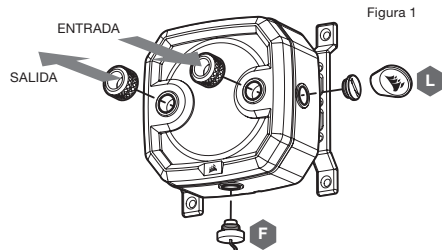

Figura 1
1. Instale los dos (2) accesorios de tipo roscado CORSAIR XF G1/4 BSPP apropiados (no incluidos) en los puertos del depósito y apriételos a mano. No utilice ninguna herramienta (por ejemplo, alicates) (Figura 1).